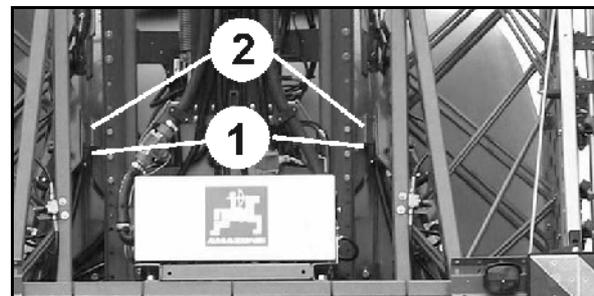

Fig. 66
2. Descendez la rampe de pulvérisation, par le biais du réglage de hauteur jusqu'à ce que les supports d'arrêt (Fig. 66 /1) réceptionnent les berceaux de réception (Fig. 66 /2).
Fig. 66 montre la rampe de pulvérisation verrouillée.
Alignez la rampe de pulvérisation en utilisant la correction d'assiette, lorsque les supports d'arrêt ne réceptionnent pas les berceaux de réception (Fig. 66/2).